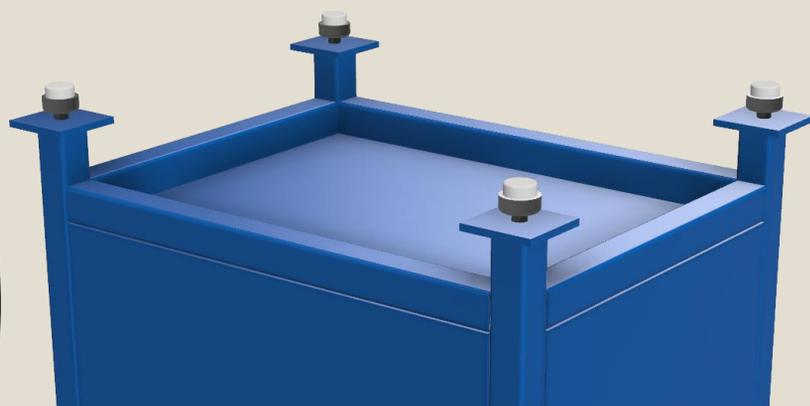

Figura 4.7
3. Repetir proceso para las 4 patas. (Figura 4.7)